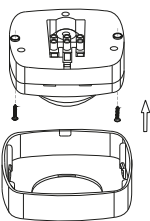

Рисунок 19 – Монтаж ДД 022, ДД 023
5.2.4 Монтаж ДД 022, ДД 023 (рисунок 19)
– С помощью отвёртки с плоским жалом отщёлкнуть и снять защитную крышку датчика (рисунок 19).